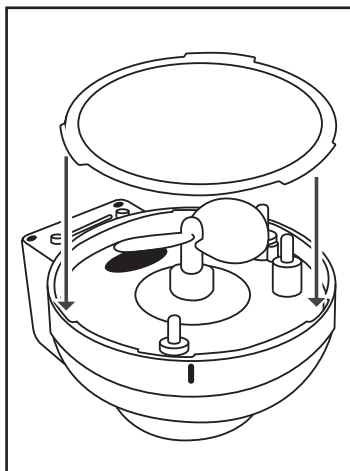

Abb. 6
- Wischen Sie den Plastikteil der Motoreinheit **A** mit einem feuchten Tuch ab. Bei hartnäckigeren Verschmutzungen geben Sie ein mildes Spülmittel auf das Tuch. Für unzugängliche Ecken benutzen Sie den mitgelieferten Reinigungspinsel **15**. Beseitigen Sie alle Spülmittelreste mit einem nur mit Wasser befeuchteten Tuch. Achten Sie darauf, dass der Dichtungsring wieder korrekt in dem Plastikteil der Motoreinheit **A** sitzt (siehe Abb. 6).